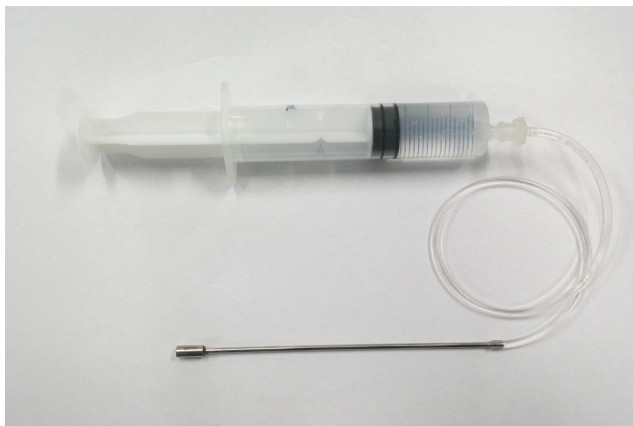

图2-1 连接 SIP 与10mL 注射器
- 4 将样本针与1/16ins 内径的导管连接（该导管放置在样本针排堵维修包中），导管的另一端连接10毫升注射器，注射器中放置10mL的1×ACEA NovoClean 清洗液（如图2-1）。